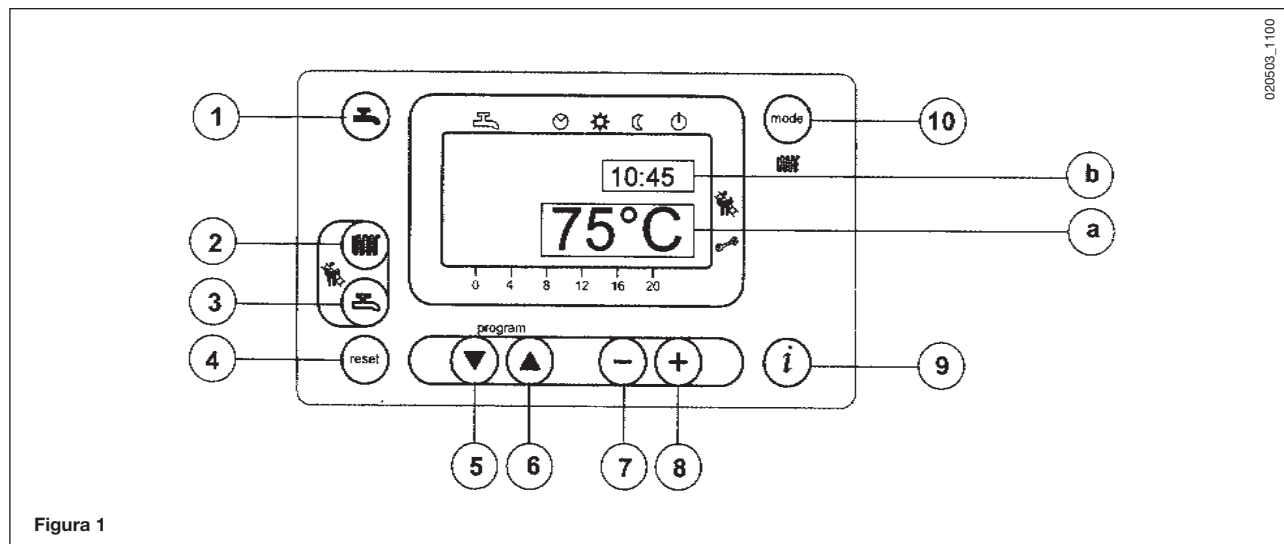
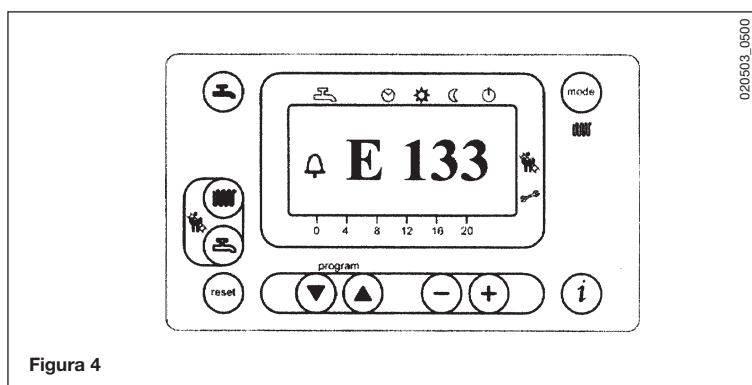

Figura 1
Figura 4
- Premere il tasto  (2- figura 1) per impostare la temperatura dell'acqua di riscaldamento;
- premere uno dei due tasti   (1 o 10 - figura 1) per memorizzare e ritornare al menù principale.
N.B – Con sonda esterna collegata, mediante il tasto  (2 – figura 1) è possibile effettuare la traslazione della curva di riscaldamento. Premere i tasti   per diminuire o aumentare la temperatura ambiente del locale da riscaldare.
- Premere il tasto  (3- figura 1) per impostare la temperatura massima dell'acqua sanitaria;
Sul display principale (figura 1 a) compaiono le segnalazioni di anomalia assieme al simbolo  (figura 4).